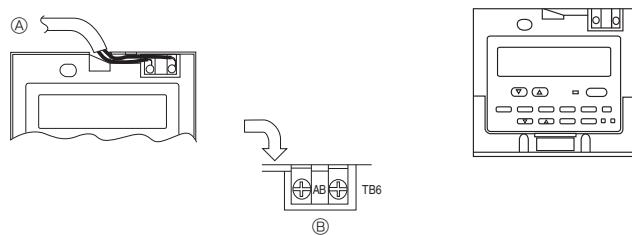

Fig. 7-8
2) Procedure di collegamento (Fig. 7-8)
① Collegare il cavo del telecomando al blocco terminale.